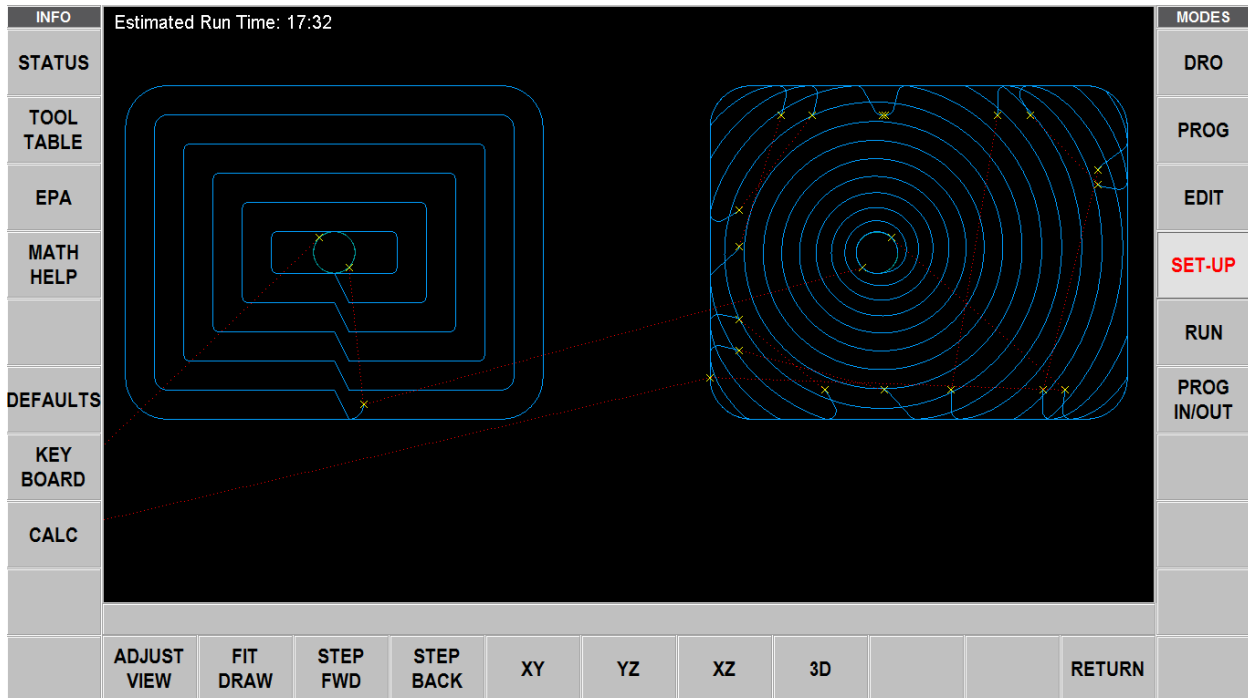

Figura 6.5.1 (7) *Compensación de la trayectoria de la herramienta a la izquierda, adaptable a la derecha.*
Nota: En la figura 6.5.1 (7), arriba, la longitud del enlace se ha fijado en un valor pequeño, de ahí los numerosos movimientos rápidos.